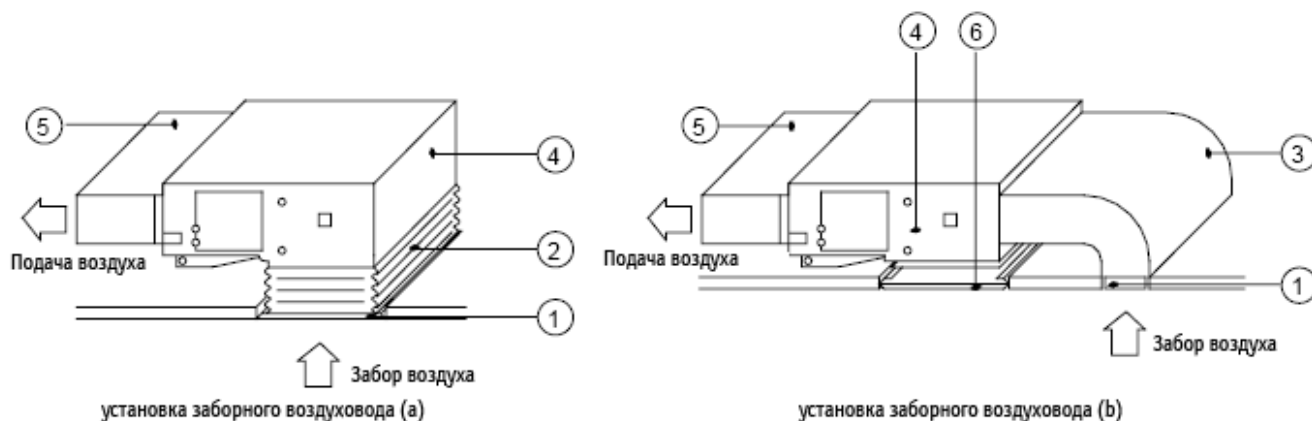

Рис. 8
- (1) Тылный забор воздуха устанавливается по умолчанию в заводской комплектации агрегата, а нижнее отверстие закрывается пластиной.
- (2) Если направление забора воздуха требуется изменить, то пластина снимается с отверстия на нижней панели и устанавливается на отверстие с тыльной стороны.
- (3) Присоединить один торец воздуховода заборного воздуха к соответствующему отверстию внутреннего блока, а другой - к воздухозаборной решетке. Для корректного распределения массы брезентовый вентиляционный канал следует собрать и закрепить железным винтом типоразмера #8.
- Способ монтажа необходимо выбирать в соответствии с общей планировкой и с учетом многих факторов, включая удобство технического обслуживания (см. рис. 8а и 8b).